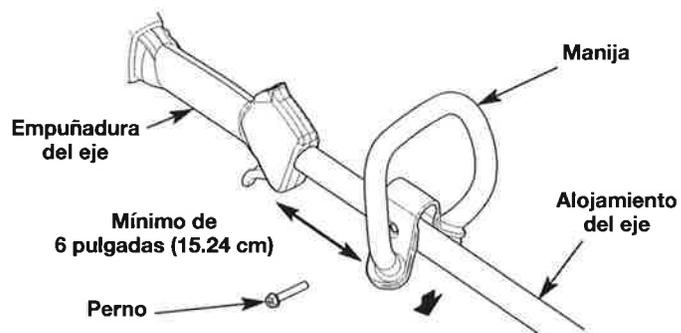
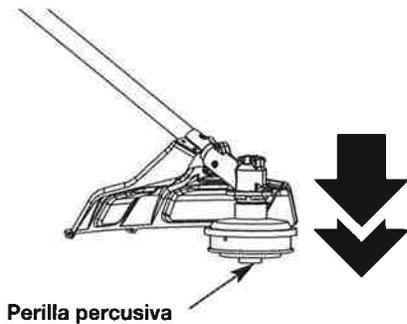

Fig. 2
Fig. 7
1. Oprima la manija hacia abajo sobre el alojamiento del eje (Fig. 2). El orificio del perno de la manija debe quedar a la derecha.
2. Inserte el perno en el orificio del perno y oprímalo para que pase a través de él (Fig. 2). Apriete el perno con una llave tubular de 3/8" pero no apriete por completo.
3. Mientras sujeta la unidad en la posición de funcionamiento (Fig. 7), desplace la manija hasta la ubicación que le ofrece el mejor agarre. Ubíquela como mínimo a 6 pulgadas (15.24 cm) del extremo de la empuñadura del eje (Fig. 2).
1. Afloje el perno con una tubular de 3/8" (Fig. 2).
2. Mientras sujeta la unidad en la posición de funcionamiento (Fig. 7), desplace la manija hasta la ubicación que le ofrece el mejor agarre. Ubíquela como mínimo a 6 pulgadas (15.24 cm) del extremo de la empuñadura del eje (Fig. 2).
Esta unidad está equipada con un Bump Head. La línea de corte puede salir del cabezal de corte sin necesidad de detener el motor. Para soltar más línea cuando opera la unidad a alta velocidad, golpee ligeramente la perilla percusiva contra el suelo (Fig. 7). Para obtener mejores resultados, golpee la perilla percusiva sobre terreno limpio o suelo duro. Intentar soltar línea en césped alto podría ahogar el motor.